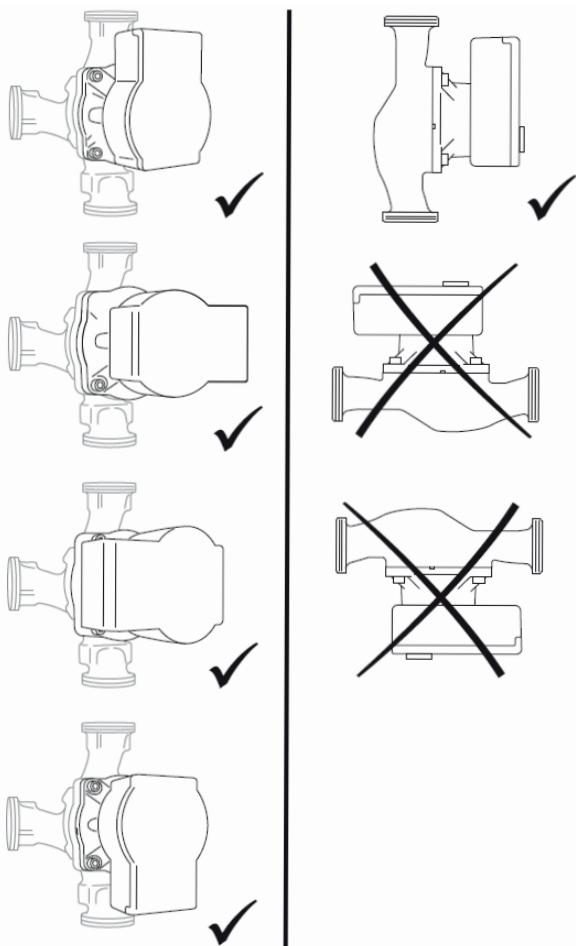

Fig. 6.1:
- Osservare la posizione di montaggio ammisible (Fig. 6.1) della pompa.